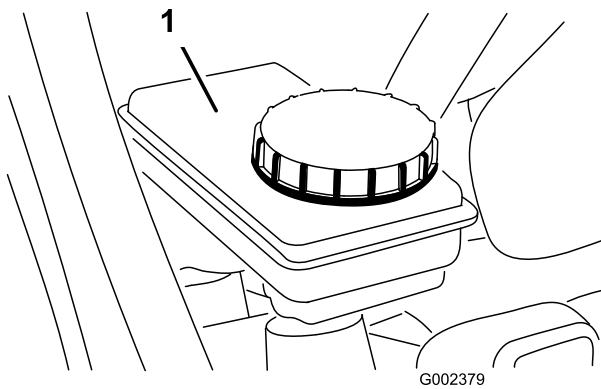

图 57
5. 确保油位达到刹车油油箱上的“已满”标记线图 57。
6. 如果油位过低请清洁油箱盖的周围取下油箱盖向油箱添加指定刹车油到适当油位图 57。